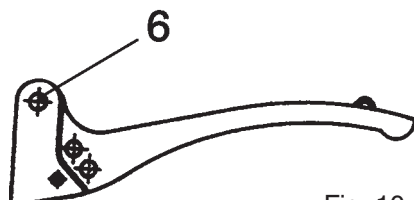

Fig. 10
5. Verificar que el apretado de los tornillos 6 no sea excesivo, para impedir el retorno de la palanca; si es necesario, aflojar (Fig. 10).